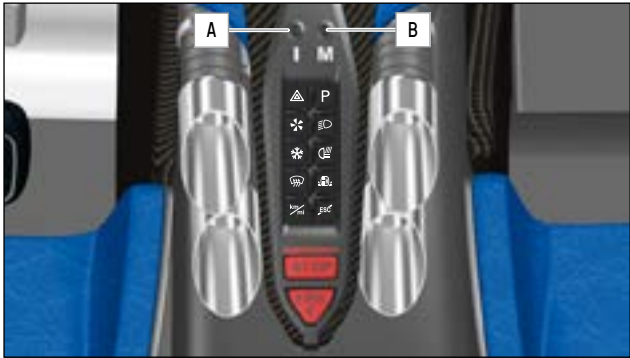

ABB.70 HAUPT- UND ZÜNDSCHALTER AUF DER MITTELKONSOLE
1. Aktivieren Sie Hauptschalter **B** (» Abb.70).
2. Aktivieren Sie Zündschalter **A** (» Abb.70).
Schalten Sie immer zuerst den Hauptschalter **B** (» Abb.70) und erst dann die Zündung **A** (» Abb.70) ein. Das Ausschalten erfolgt in umgekehrter Reihenfolge.
- ▶ Aktivieren Sie Hauptschalter **B** (» Abb.70).
- ▶ Aktivieren Sie Zündschalter **A** (» Abb.70).
Achten Sie beim Verlassen des Fahrzeugs darauf, dass Zündschalter A (» Abb.70) und Hauptschalter B (» Abb.70) deaktiviert sind. Nach der Deaktivierung von Zündschalter A (» Abb.70) erscheint auf dem Display eine Popup-Meldung mit der Aufforderung, Hauptschalter B (» Abb.70) eingeschaltet zu lassen, bis die ECU den Statuswechsel abgeschlossen hat.